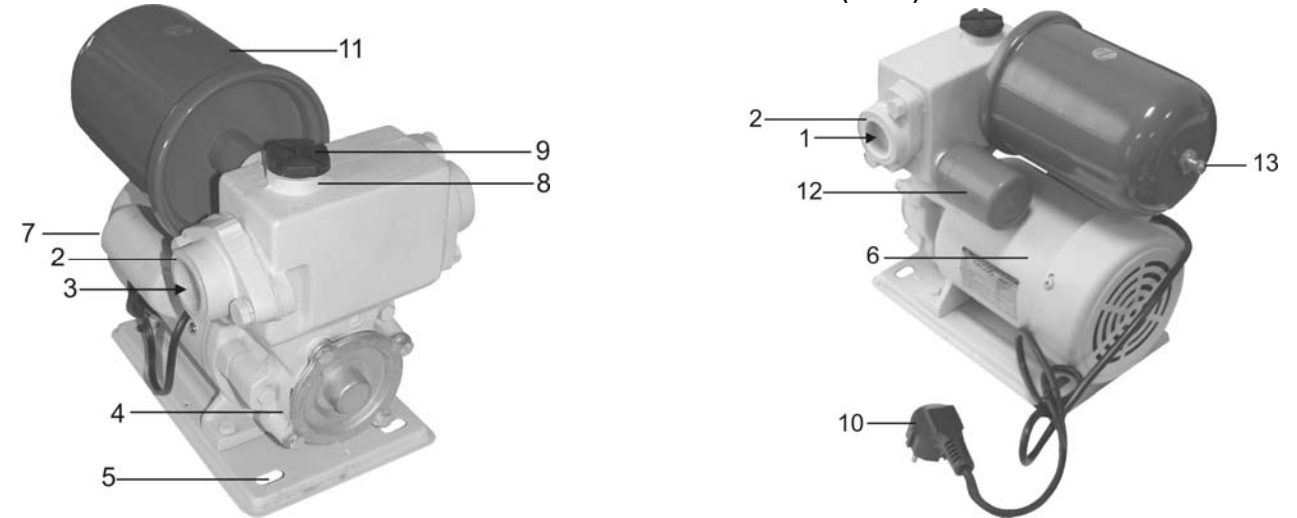

Рис.1
6. УСТРОЙСТВО НАСОСА (Рис.1)
7.4. Извлеките заглушки 2 (Рис.1)
7.5. В отверстия нагнетательного и всасывающего патрубка 1 и 3 (Рис.1), соответственно, установите штуцера или другие соединительные элементы трубопроводной системы (не комплектуются), обеспечив герметичность соединения.
8.1. Принцип работы (Рис.1) После включения насоса вода заполняет систему. После прекращения отбора воды потребителями давление воды в системе растет до верхнего предела настройки реле давления 12. Реле давления 12 выключает насос. При открытии потребителем крана, вода поступает из расширительного бака 11 под давлением. По мере расхода воды, давление в системе падает до нижнего предела настройки реле давления 12, после чего реле давления 12 вновь включает насос. Вода поступает к потребителю и в расширительный бак 11. При повышении давления в системе, реле давления 12 снова выключает насос. Пока есть расход воды из системы, циклы включения и выключения повторяются.
8.2.1. С помощью обычного автомобильного манометра (не комплектуется) убедитесь, что в расширительный бак 11 закачан воздух под давлением 1,5 атм (Рис.3). Если давление меньше, снимите колпачок 16 и через пневмоклапан 13 закачайте воздух в расширительный бак 11 обычным автомобильным насосом (не комплектуется) (Рис.3). При транспортировке насоса заводские настройки реле давления 12 (Рис.1) могут сбиться, поэтому нужно учесть что давление, закаченного воздуха в баке 11 (Рис.1) должно быть на 0,1 атм. ниже, чем давление включения насоса. Это необходимо для максимально эффективной работы расширительного бака 11 (Рис.1).
8.2.3 Через заливную полость 8 (Рис.1) заполните насос водой. Для этого необходимо открутить крышку 9 (Рис.1).
8.2.4. После заполнения насоса водой герметично закрутите крышку 9 (Рис.1).
8.3.4. Исключите попадание воды на двигатель 6 и на клеммную коробку 7 (Рис.1).
8.4.1. Отключите шнур питания 10 (Рис.1) от источника электрического тока.
8.4.2. Снимите крышку реле давления 12 (Рис.1).
8.4.4. Закрепите крышку реле давления 12 (Рис. 1).
9.4. Ежемесячно проверяйте давление воздуха в расширительном баке 11 (Рис.1) (см. п.8.2.1).